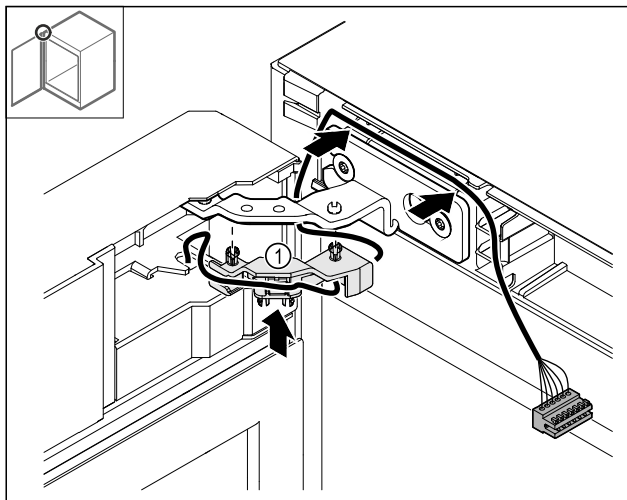

Fig. 48
- Kabelhouder Fig. 48 (1) in het scharnier drukken.